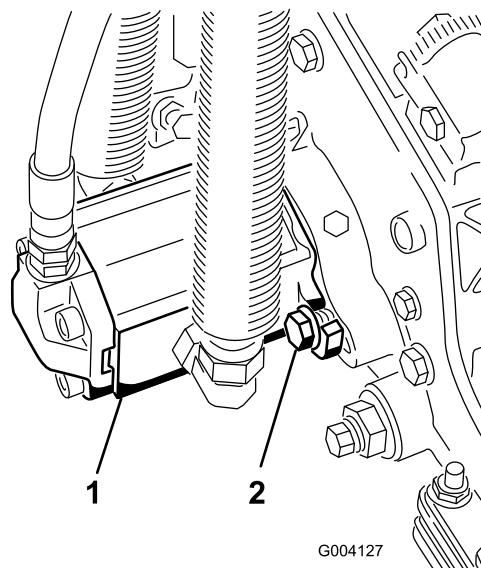

Figura 20
17. Instale el motor girándolo en el sentido de las agujas del reloj de modo que las bridgas del motor no choquen con los pernos (Figura 20).